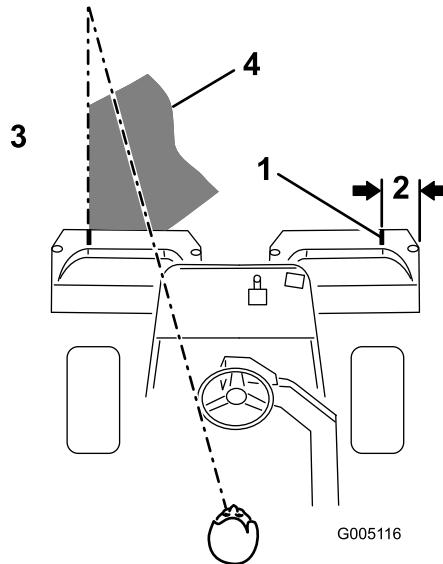

Bild 25
**Hinweis:** Damit Sie in einer möglichst geraden Linie über die Grüns fahren und einen gleichmäßigen Abstand zum zuvor gemähten Bereich einhalten, sollten Sie sich eine imaginäre Sichtlinie ungefähr 1,8 m bis 3 m vor der Maschine bis zum Rand des noch ungemähten Teil des Grüns vorstellen (Bild 25). Schließen Sie die äußere Kante des Lenkrads in die Sichtlinie mit ein, d. h. halten Sie die Kante des Lenkrads mit einer Stelle ausgefluchtet, die immer im gleichen Abstand von der Vorderseite der Maschine bleibt.